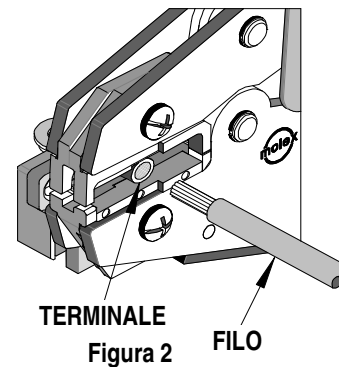

Figura 2
5. Inserire il filo. Vedere figura 2.